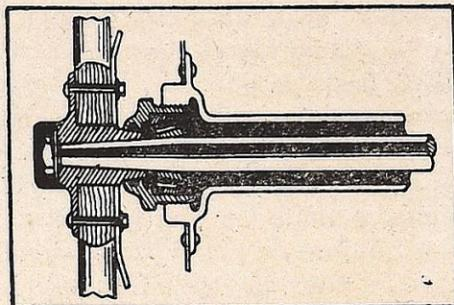

Fig. 1.—Eje trasero de tipo semiflotante.
**Eje semiflotante**—Fig. 1—Este tipo de eje trasero tiene sus cojinetes de afuera montados en los árboles del eje, mientras sus cojinetes de adentro están montados en la caja del diferencial, en lugar de los árboles del eje. La rueda está unida al árbol del eje por medio de una cuña y tuerca en el extremo cónico del árbol del eje. El cojinete de afuera está colocado dentro del tubo del eje y por esta razón, además de recibir el peso del vehículo, sirve para sujetar el árbol del eje.